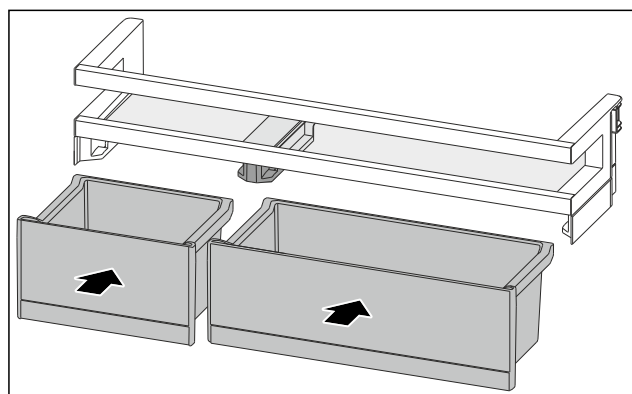

Fig. 190
- Installer les VarioBoxes dans l'agencement inverse. (voir Fig. 190)